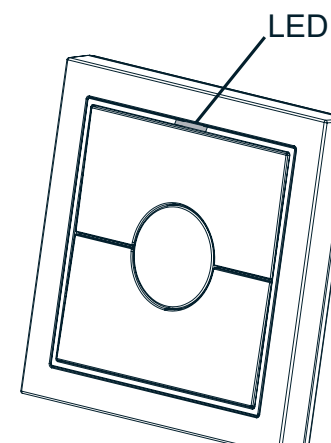
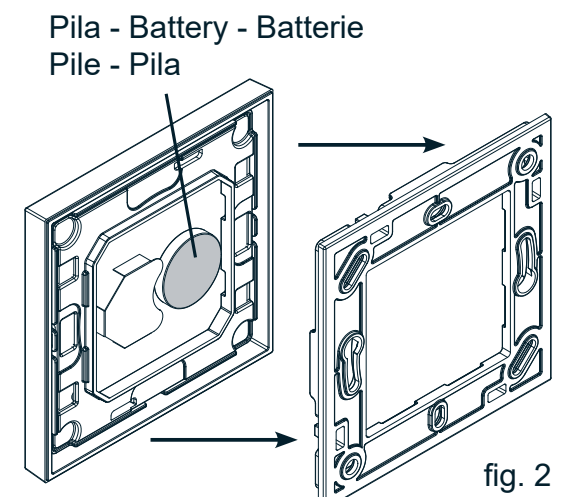

fig. 1
fig. 2
2.0 ALIMENTACIÓN - El emisor GIRO Wall funciona con una pila de Litio 3V CR2430 (fig. 2). Durante la transmisión el LED blanco (fig. 1) permanece encendido de forma fija, si la pila está cargada, y parpadea cuando la pila se está agotando. Para sustituir la pila utilizar sólo pilas análogas a la indicada con
**GIRO Wall (fig. 1)